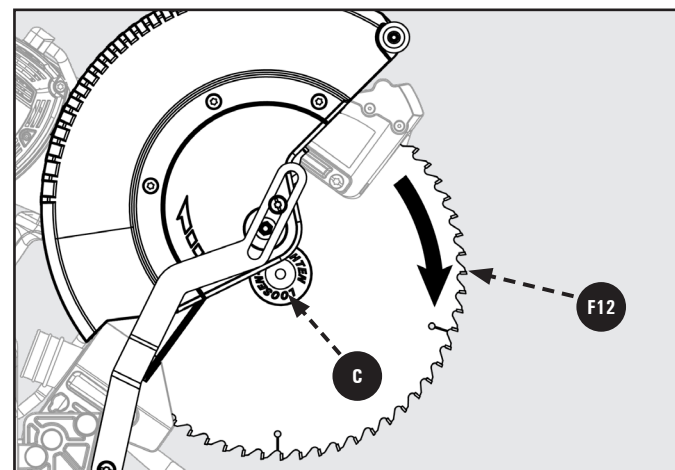

Figura 10
6. Extraiga **SÓLO** la arandela de la hoja exterior **B** y la hoja **F12**, dejando la arandela de la hoja interior en el eje. Proceda a retirar la cuchilla con cuidado, Figura 10.